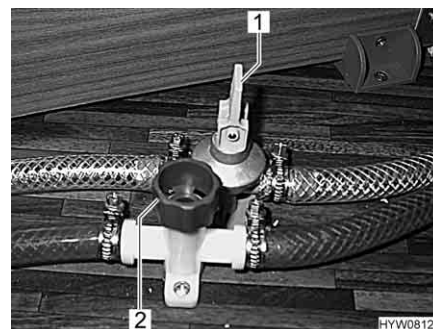

Fig. 153 Rubinetti di scarico
- Chiudere tutti i rubinetti di scarico per il boiler. Posizionare la leva a bilanciere (Fig. 153,1) orizzontalmente o ruotare il tappo (Fig. 153,2) in senso orario.
- Aprire tutti i rubinetti di scarico per il boiler. Posizionare la leva a bilanciere (Fig. 153,1) verticalmente o ruotare il tappo (Fig. 153,2) in senso antiorario.